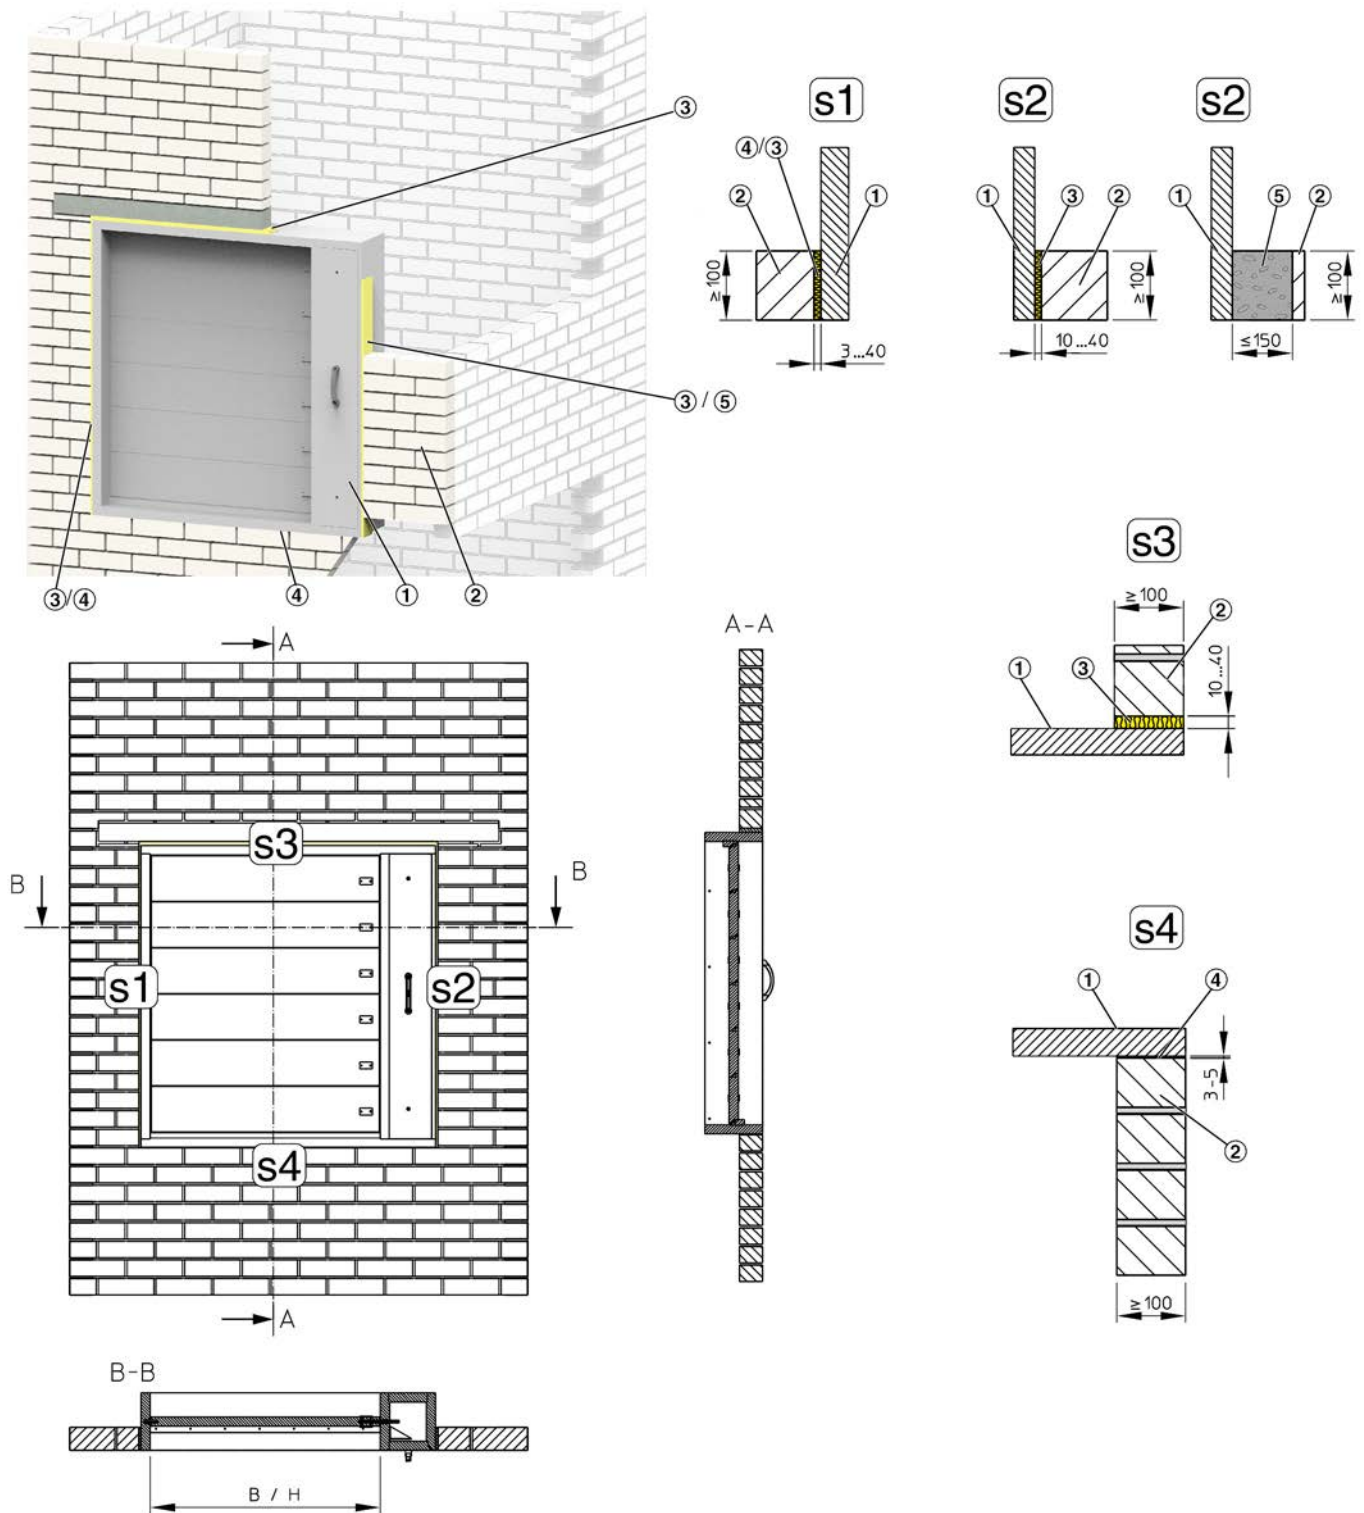

Fig. 18: Montasje tørr, mørtelfri eller tørr, mørtelfri - mørtelbasert i massiv vegg eller massiv sjaktvegg
- ▶ På venstre side (S_1) fest høytemperatur-pakningstape (Fig. 18 /4) til spjeldrammen (veggtykkelse) eller bruk mineralull (Fig. 18 /3), se tabellen ovenfor for tykkelse.
- ▶ På undersiden av den nedre spjeldrammen på røykkontrollspjeldet, fest høytemperatur-pakningstapen (Fig. 18 /4) (veggtykkelse), ↗ 18.
- ▶ Avhengig av montasjetype, fest høytemperatur-pakningstape (Fig. 18 /4) til røykkontrollspjeldet på den nederste spjeldrammen (veggtykkelse), ↗ 18 eller lag en mørtelseng på veggen under spjeldet (S4).